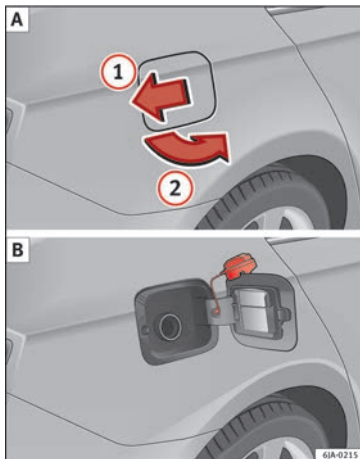

Abb. 49 Fahrzeugseite hinten rechts: Tankklappe / Tankklappe mit abgeschraubtem Verschluss
- Drücken Sie in Pfeilrichtung auf die Tankklappe ① » » **Abb. 49 A** und öffnen Sie die Klappe in Pfeilrichtung ②.
- Stecken Sie den Tankverschluss in den oberen Teil der Tankklappe » » **Abb. 49 B**.